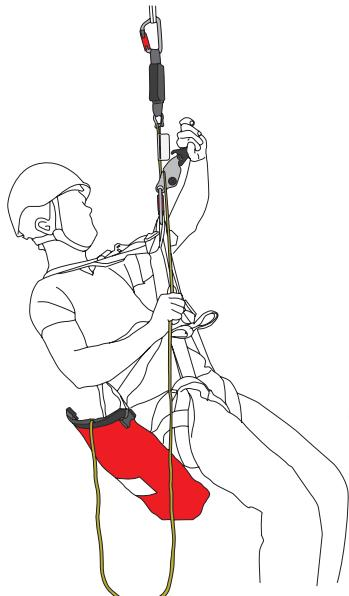

Fig. 2
- Attaccare il discensore a un punto di attacco anteriore dell'imbracatura, fig. 2 (si consiglia il punto di attacco inferiore dell'imbracatura EN813), utilizzando il moschettone. Assicurarsi che entrambi i moschettoni siano chiusi saldamente.